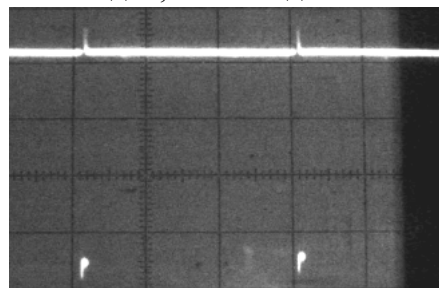

Рис.8.6. Диаграмма работы узла Р
Когда микроконтроллер в соответствующем такте периода опроса включает промежуточное реле, то происходит разряд конденсатора С по цепи: $+24\text{В} \rightarrow$ оптрон V узла К \rightarrow канал мультиплексора \rightarrow С \rightarrow VD1 $\rightarrow +24\text{В}$. После завершения такта периода опроса, конденсатор начинает заряжаться по цепи $+24\text{В} \rightarrow$ база VT2 \rightarrow база VT1 \rightarrow С \rightarrow R1 $\rightarrow -11\text{В}$ (см. рис.8.6.а.). Т.о. транзисторы VT1 и VT2 открываются и напряжение на коллекторе VT2 стает равным $+24\text{В}$ (см. рис.8.6.б). Для удержания каскада во включенном состоянии микроконтроллер в каждом периоде опроса разряжает конденсатор С. Если разряд конденсатора прекратится – каскад выключается автоматически.
2. При проверке по п.п. 9.6.-9.10 в режимах МП2, МП1, НЛ, НР проверить правильность индикации выходных сигналов изделия. Убедиться, что напряжение на резисторах R2 узлов P1...P10 соответствуют рис.8.6.б. С помощью вольтметра, убедиться, что напряжения на коллекторах транзисторов VT2 не менее 22В .
При несоответствии напряжения на коллекторе VT2 рис. 8.6.б, необходимо убедиться, что напряжение на соответствующем выводе микросхем D12, D13 мультиплексора соответствует рис. 8.6.а. В этом случае заменить VT1 или VT2.